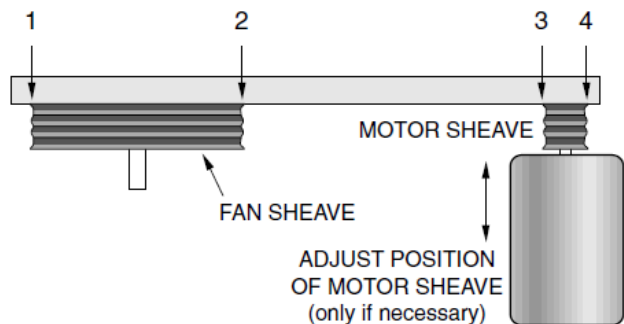

FIGURA 1
- Verifique la alineación de las poleas colocando un borde recto en ambas poleas. Debería haber cuatro puntos de contacto entre las poleas y el borde recto. (Ver **FIGURA 1**).